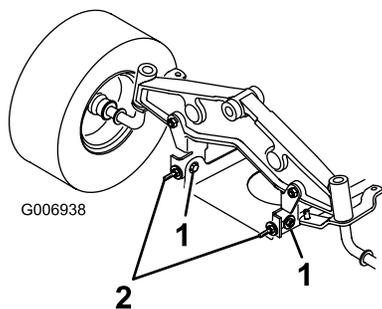

Figura 51
10. Afloje ligeramente los pernos de montaje delanteros del soporte de pivote (Figura 51).
11. Gire las contratuercas sobre los pernos de anillo para cambiar el ajuste (Figura 51).
12. Después de ajustar en la misma medida las contratuercas de ambos pernos, verifique de nuevo la inclinación longitudinal. Siga ajustando los pernos de ojal hasta que la punta de la cuchilla más avanzada esté hasta 9 mm más baja que la punta de la cuchilla más atrasada (Figura 51).
13. Cuando la inclinación longitudinal sea correcta, apriete los pernos de montaje del soporte de pivote (Figura 51).